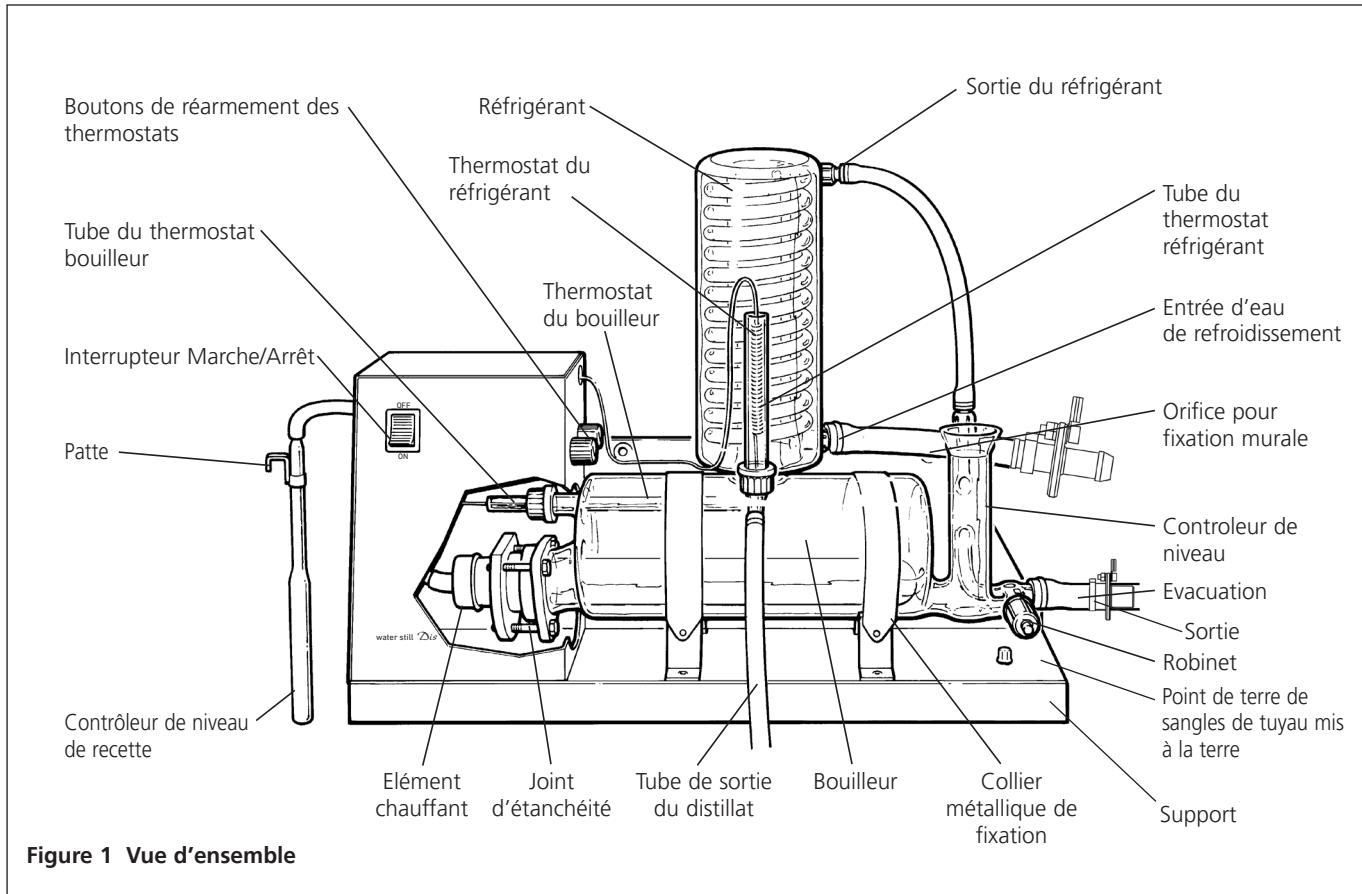

Figure 1 Vue d'ensemble
2. Switch on the heating element. The on/off switch is located on the front panel - see **figure 1**.
- Dans le kit de flexibles, prenez une longueur de flexible de 8 mm avec les connecteurs filetés en plastique à chaque bout. Selon la figure 1, vissez un côté du flexible sur la sortie du condenseur (supérieure) et l'autre sur le filetage en verre du contrôleur de niveau constant.